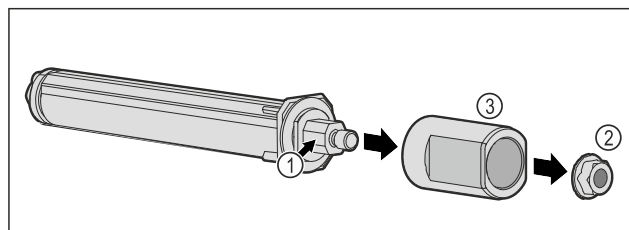

Fig. 46
- ▶ Не разбирайте систему закрытия двери Fig. 46 (1).
- ▶ Уберите гайку Fig. 46 (2).
- ▶ Снимите втулку Fig. 46 (3).